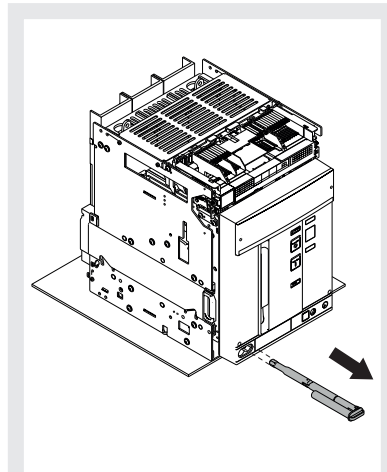

Figura 43
8. Estrarre la manovella di sezionamento dalla propria sede. Vedi Figura 43.